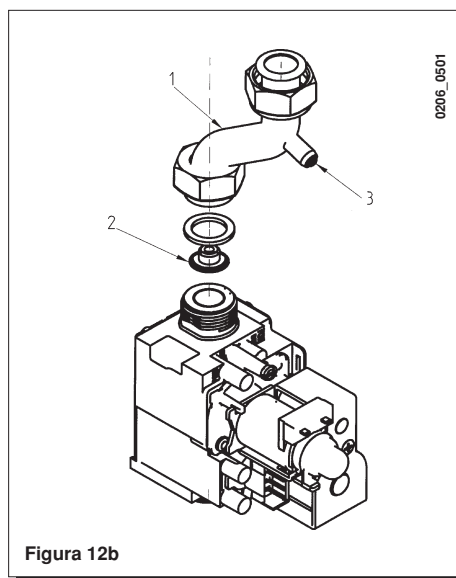

Figura 12b
- remova o tubo de alimentação do gás (1, figura 12b);
- substitua o bico do diafragma montado na válvula a gás (2);